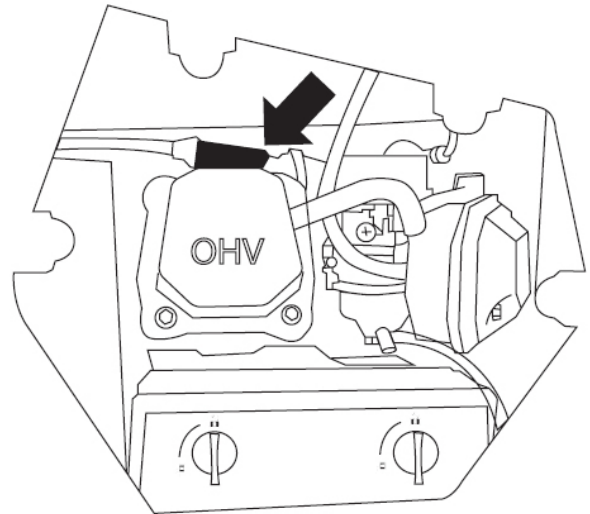

Figure 16: Retirer le cache bougie
4. Retirez le couvercle de la bougie en tirant fermement la poignée métallique du soufflet de la bougie directement loin du moteur (voir Figure 16).